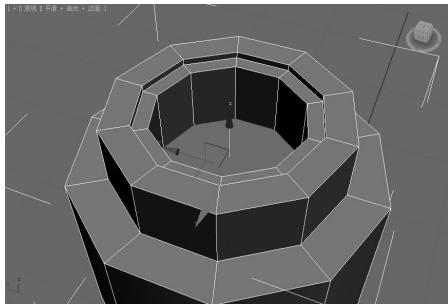

图 5-92 继续向下挤出多边形▲
(8)继续按照上一步的操作将顶部的多边形向下挤出，得到如图 5-92 所示的效果。